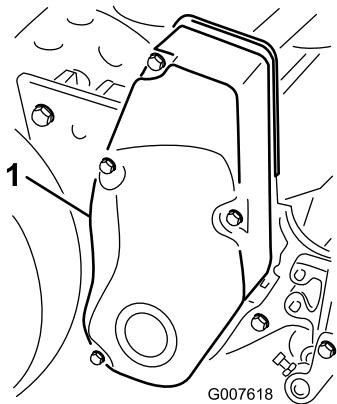

Figura 35
- Togliete i dispositivi di fissaggio del copricinghia e il copricinghia per accedere alla cinghia (Figura 35).